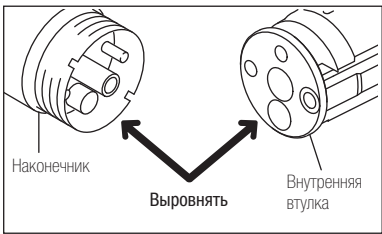

Рис. 12
- 4) Установите внутреннюю втулку обратно в наконечник. Убедитесь в правильном совмещении отверстий (Рис. 12).